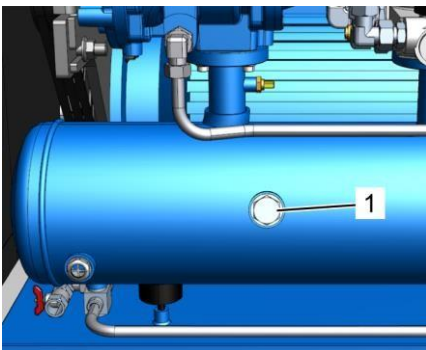

Рис. 32: Резьбовая пробка наливного отверстия (винтовой компрессор с клиноременным приводом)
5. Отверните резьбовую пробку наливного отверстия (Рис. 32/1), извлеките ее и проследите за тем, чтобы не потерялось уплотнительное кольцо.